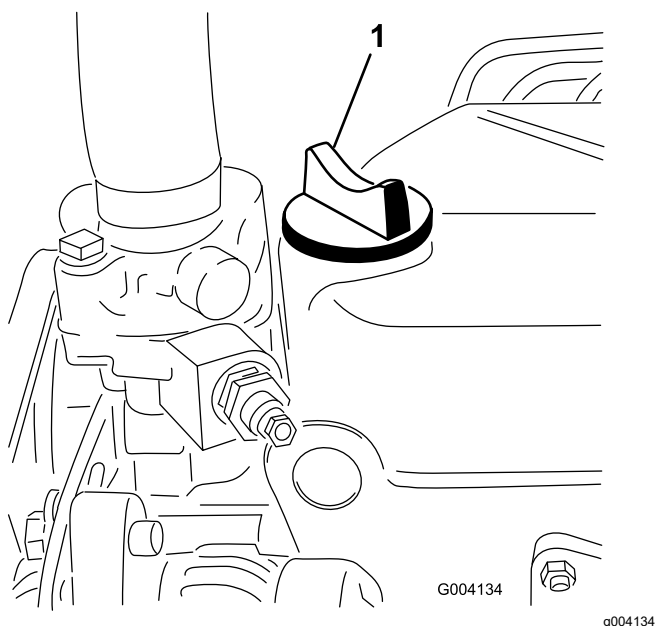

Figura 76
5. Se o nível de óleo se encontrar abaixo da marca Cheio da vareta, retire a tampa de enchimento (Figura 76) e adicione óleo até que o nível atinja a marca Cheio.